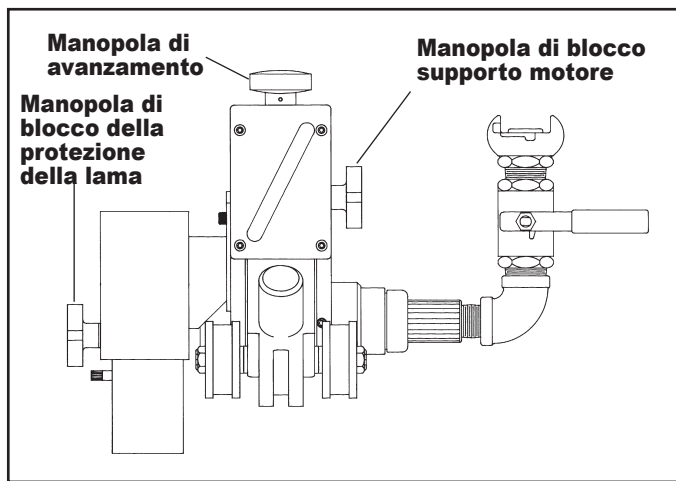

FIG. 4
1. Allentare la manopola di bloccaggio del supporto motore. (Fig. 4)
2. Arretrare il supporto motore fino alla posizione più alta ruotando la manopola di avanzamento in senso antiorario. (Fig. 4)
2. Ruotare la manopola di avanzamento della taglierina in senso orario. (Fig.4) Abbassare il motore e la taglierina fino ad avvicinarli al tubo, senza produrre un contatto. La manopola di blocco del supporto motore deve essere ben fissata, permettendo al contempo lo slittamento del supporto.
- 2.* Conoscendo lo spessore del tubo da tagliare, ruotare la manopola di avanzamento in senso orario (Fig. 4) fino a quando l'indicatore segnala la profondità della taglierina desiderata. Lasciare almeno 1/4" della lama oltre la profondità di taglio.
*A tutto ciò costituisce eccezione l'uso della fresa conica per la plastica, in quanto la taglierina resta impegnata fino a quando la fresa conica inizia a tagliare. A questo punto si potrebbe utilizzare l'indicatore del micrometro di profondità per determinare la quantità di smusso. Un impegno completo produce uno smusso pari a $15/16$ " (Fig. 4)
3. Stringere la manopola di bloccaggio del supporto motore. (Fig. 4)
4. Stringere la manopola di blocco della protezione lama per circa 1/8" dal tubo. (Fig. 4)